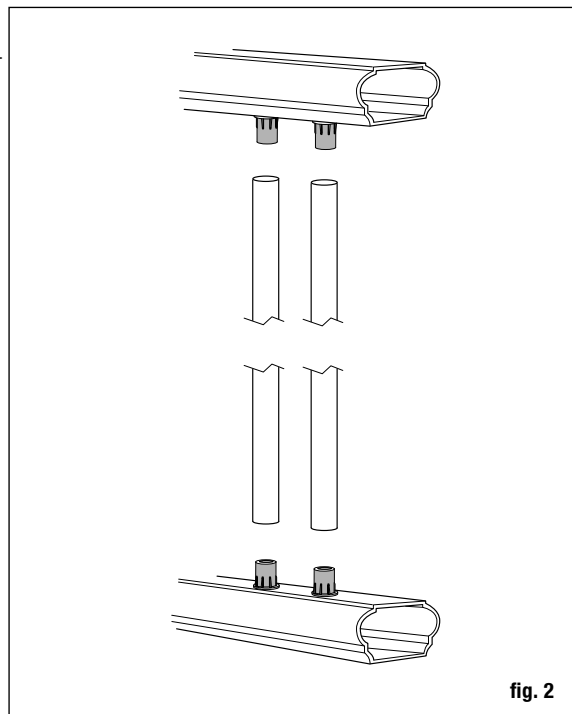

fig. 2
**Étape 12** Attachez les balustres à la traverse inférieure en la glissant sur les raccords (fig. 2).